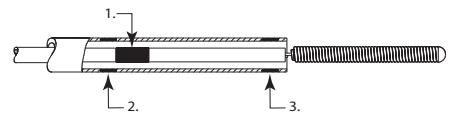

Figura 2
- Continue a avançar a espiral destacável Axium™ Prime até o marcador de alinhamento da espiral estiver no topo do introdutor do implante estar em posição imediatamente distal ao marcador proximal do microcateter (consulte a Figura 2).